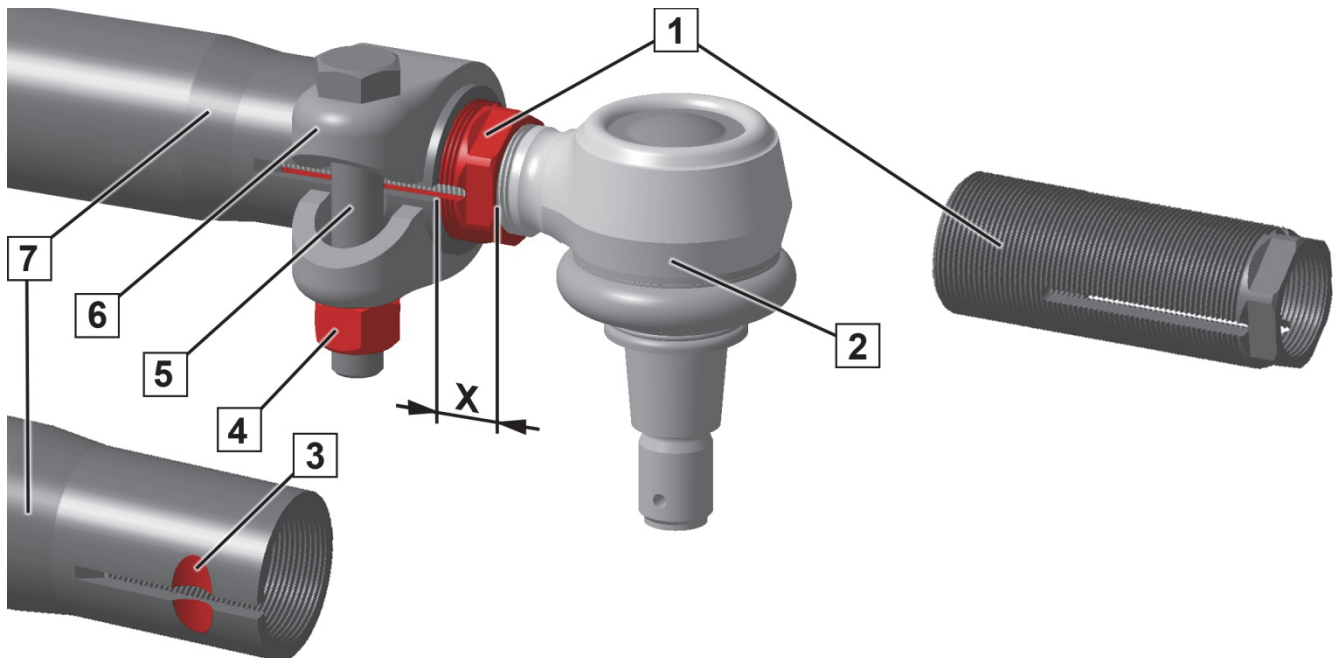

Fig. 1: Sistema de ajuste fino
Después de ajustar la dirección debe salir el manguito roscado (1) por la cota X del tubo (7). Cota X (Fig. 1):